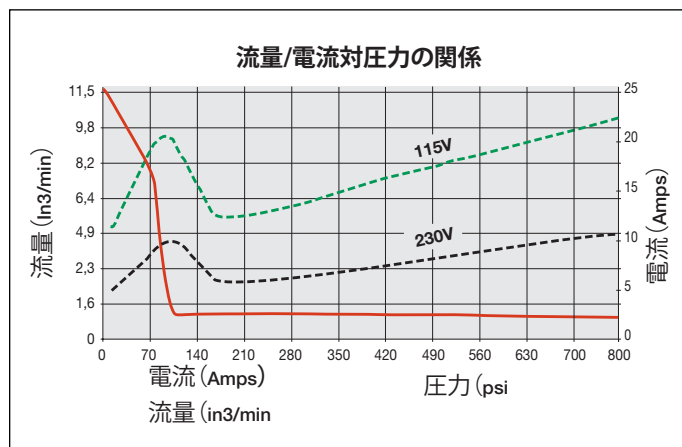

図1 流量図
3.2 F流量図 (図1 参照)
*実際の消費電力は、用途によって異なります。図1を参照してください。
1. 絶縁および配線回路の保護はお客様が行ってください。ライン回路保護機能は、最大使用圧力におけるモーターの最大電流の115%に設定しなければなりません(図1参照)。